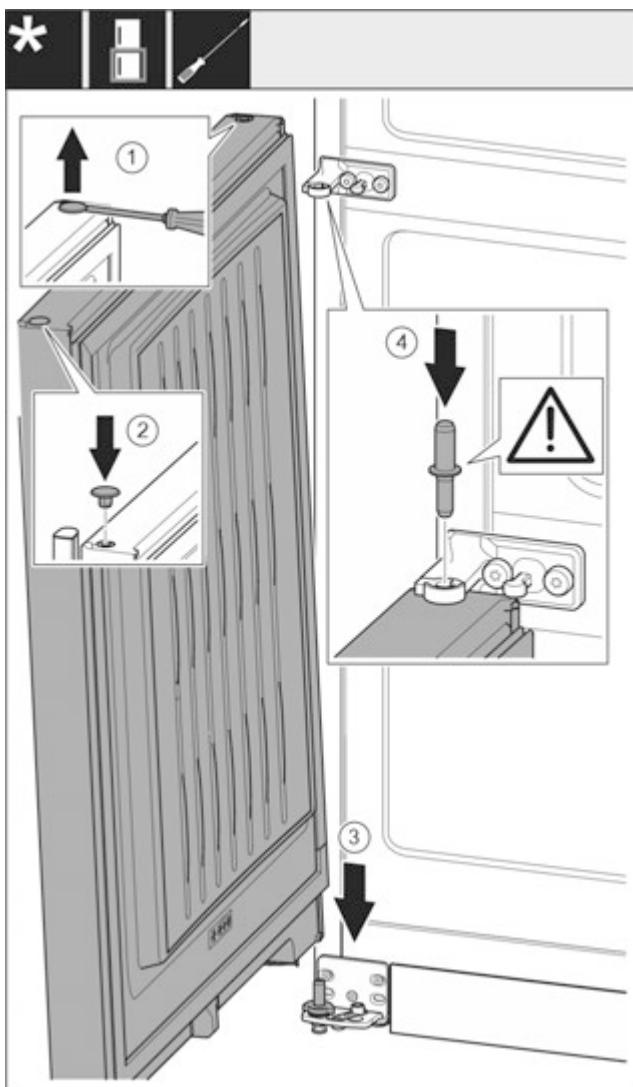

Fig. 19
- За допомогою шліцевої викрутки обережно підніміть пробку та витягніть її. Fig. 19 (1)
- Знову вставте пробку з іншого боку дверцят. Fig. 19 (2)
- Встановіть дверцята зверху на нижній опорний гвинт. Fig. 19 (3)
- Середній опорний гвинт встановіть в нижні дверцята через середній опорний кронштейн. При цьому виступ фіксатора повинен бути спрямований назад. Fig. 19 (4)